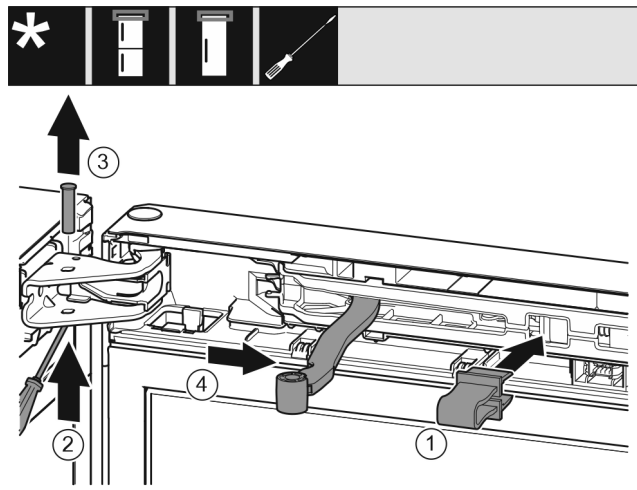

Fig. 6
- ▶ Varovalo zatakните v odprtino. Fig. 6 (1)
- ▶ Sornik potisnite ven z izvijačem. Fig. 6 (2)
- ▶ Sornik izvlecite v smeri navzgor. Fig. 6 (3)
- ▶ Zgibni del zavrtite v smeri vrat. Fig. 6 (4)